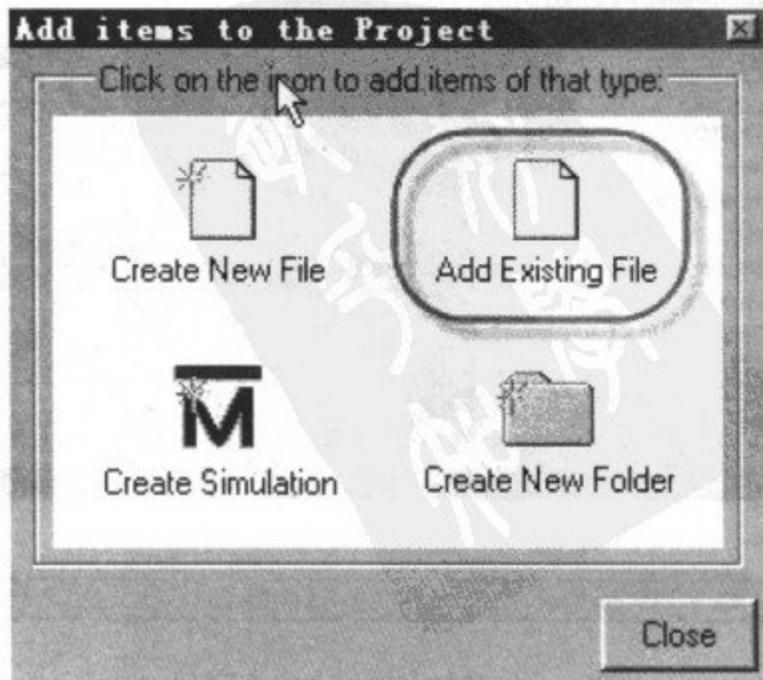

图 3-66 添加操作项目对话框
(3) 在出现如图 3-66 所示的添加操作项目对话框中, 单击 Add Existing File, 如图